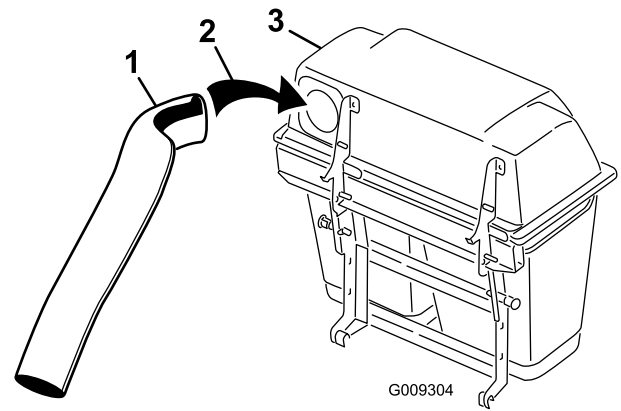
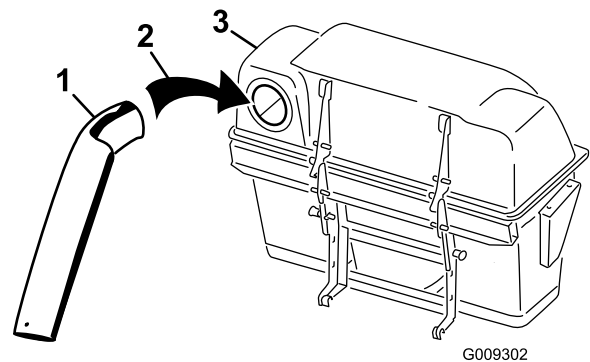

Figura 22
Figura 23
5. Instale el tubo superior en la abertura del ensacador y vuelva a retirarlo de manera que sobresalga el sello de goma (Figura 22 o Figura 23).